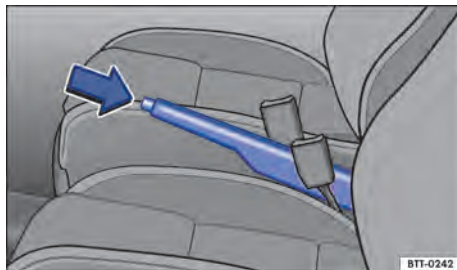

Fig. 134 Entre os assentos dianteiros: freio de estacionamento.
- Puxar o freio de estacionamento com firmeza para cima com o botão bloqueador pressionado → Fig. 134 (seta).
- O freio de estacionamento estará acionado quando a luz de controle (P) se acender no instrumento combinado com a ignição ligada
- Puxar a alavanca do freio de estacionamento um pouco para cima e pressionar o botão bloqueador → Fig. 134 (seta).